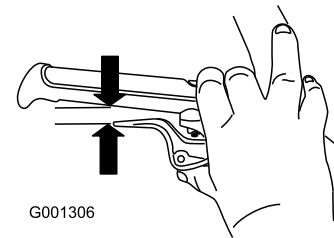

Рисунок 10
5. Полностью прижмите рычаг к рукоятке, затем проверьте зазор между нижней точкой рукоятки и концом рычага муфты свободного хода (Рисунок 10).